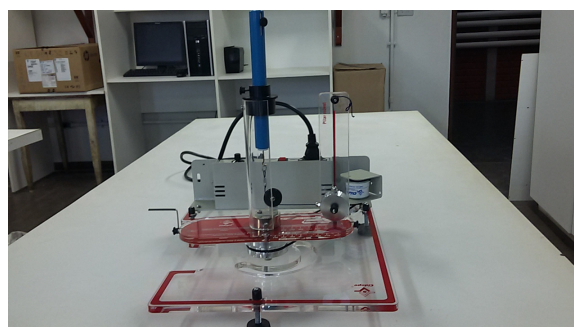

Figura 1: Montagem do experimento. Os fios que prendem a massa pendular ao pilar e à roldana são perpendiculares.
1. Use o conjunto Força Centrípeta e chame seu professor/monitor caso tenha dúvidas na montagem, conforme a Figura 1. Certifique-se de o equipamento esteja nivelado, usando o nível de mesa.
5. Prenda o segundo fio no corpo de prova, passe pela roldana e conecte ao dinamômetro. Ajuste o dinamômetro de forma a ficar na posição zero. Certifique-se de que os fios fiquem perpendiculares entre si como na Figura 1.